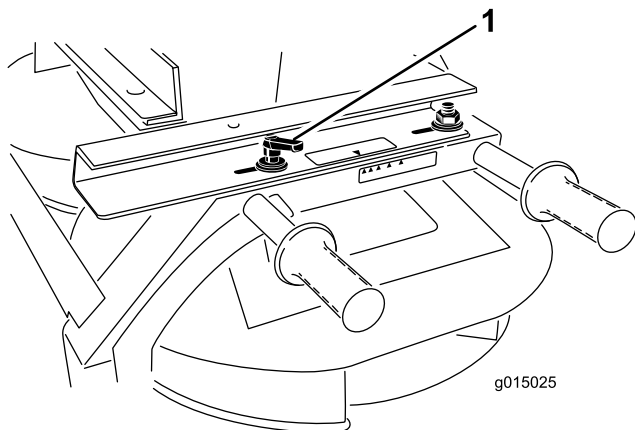

Figura 44
1. Afloje la palanca situada en cada lado del doble rotor (Figura 44).